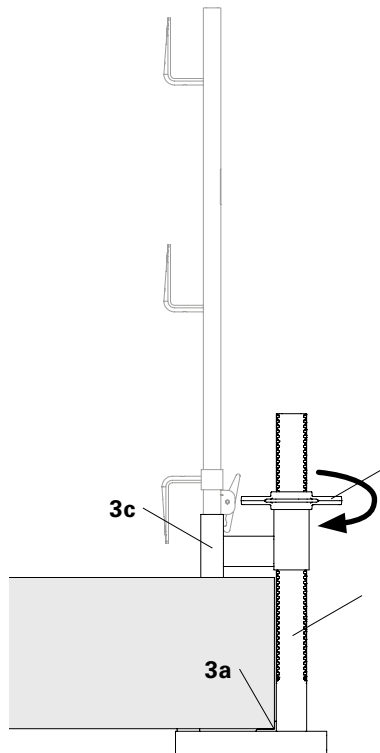

Abb. A2.06
- Decke: Rechteckrohr (**3c**), (Abb. A2.06)